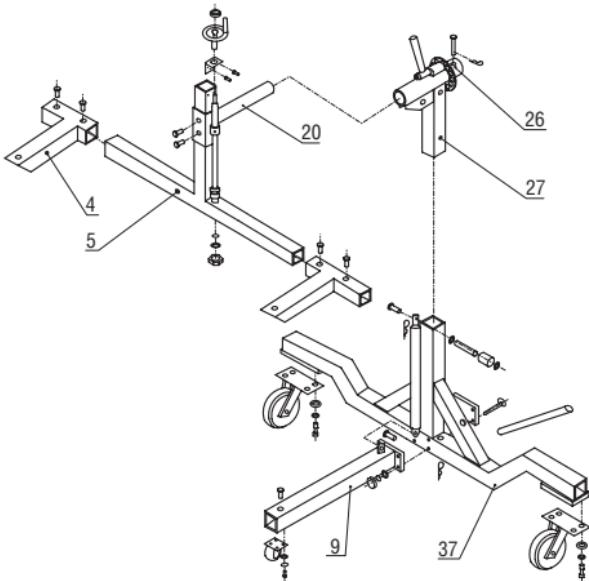

Рисунок 2. Сборка стойки
1. Соберите базу стойки кантователя, соединив продольную(9) и поперечную(37) части базы при помощи четырёх болтов M10x110(36), шайбы(37), стопорной шайбы(38) и гайки M10(39), используйте пластину. Надёжно затяните болты, убедитесь, что между частями базы отсутствует зазор (см. рис. 2).